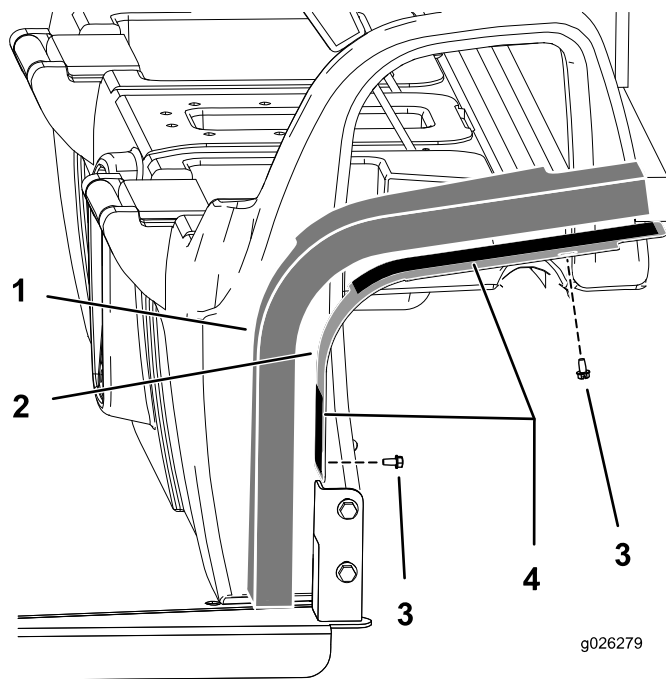

Рисунок 6
1. Установите монтажные панели на кабине, используя 4 болта (1/4 дюйма), как показано на Рисунок 6.
3. Снимите бумажное покрытие с двусторонней клейкой ленты на монтажных пластинах (Рисунок 6).
4. Установите панели из пеноматериала на узел (Рисунок 6).